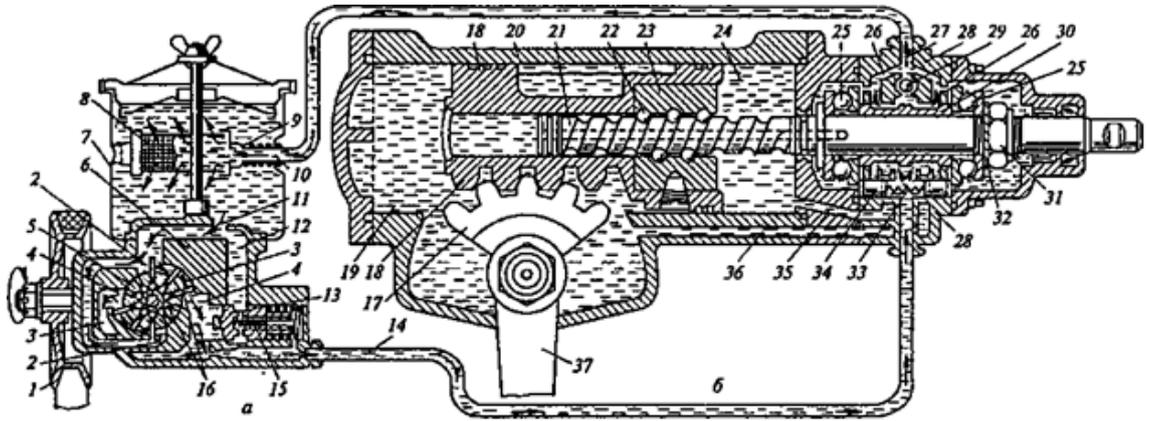

Рис. 1.18.. Рулевой механизм и усилитель ЗИЛ-4314
79. ДЕТАЛИ РУЛЕВОГО МЕХАНИЗМА ПОЗИЦИЯ НА РИС. 1.18:
80. ДЕТАЛИ ГИДРОУСИЛИТЕЛЯ ПОЗИЦИЯ НА РИС. 1.18:
81. ПУТЬ ТОРМОЗНОЙ ЖИДКОСТИ В ПЕРВИЧНОЙ ПОЛОСТИ ЦИЛИНДРА (РИС. 1.18):